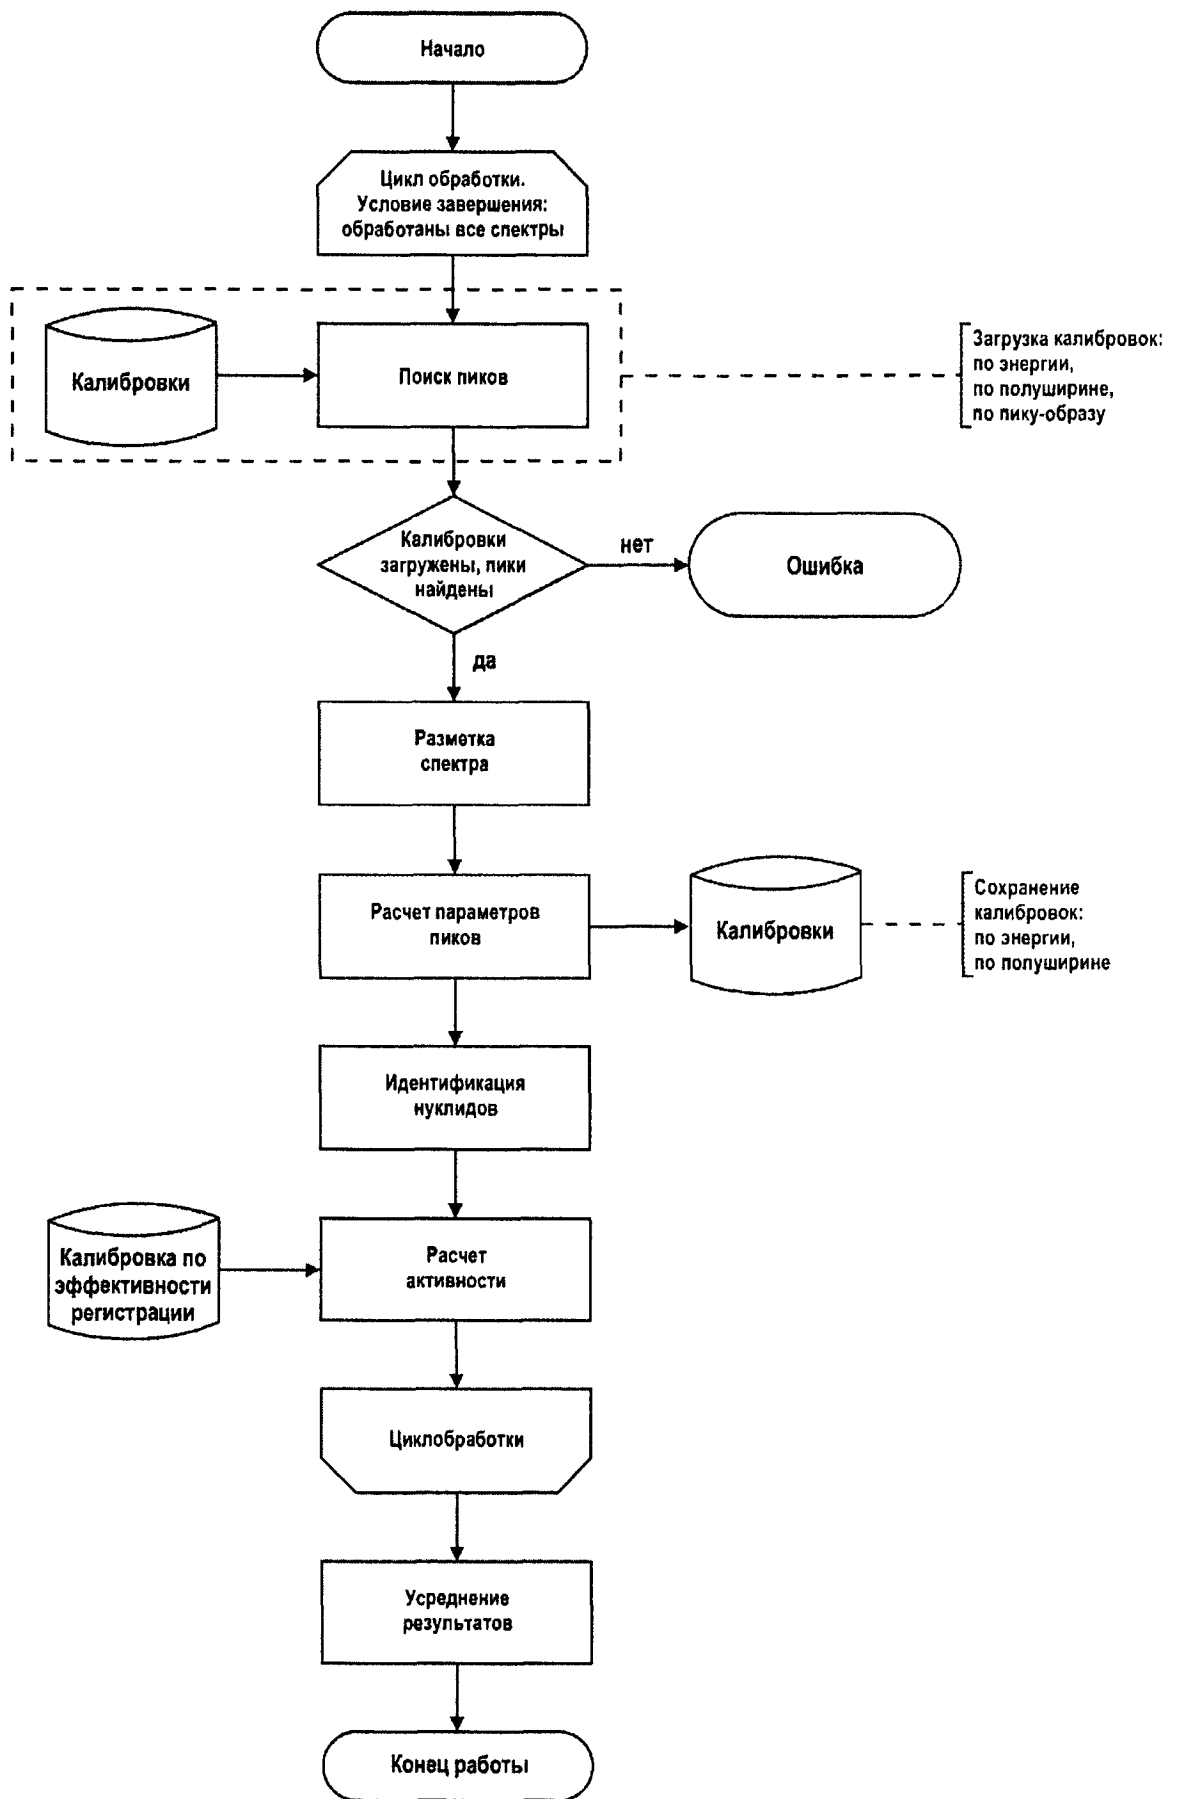

Рис. 16. Блок-схема алгоритма расчета активности.
1.6.1.8. Алгоритм расчета активности проводится согласно следующей блок-схеме (см. Рис. 16).